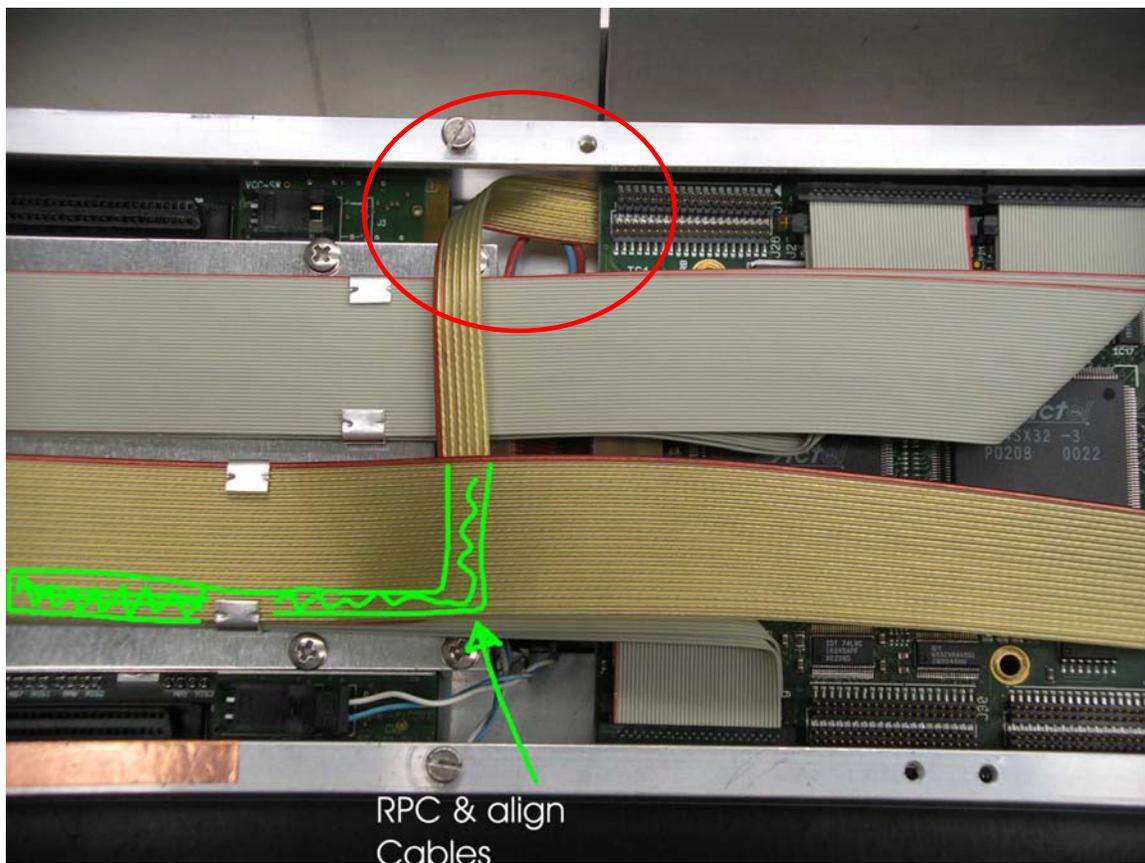
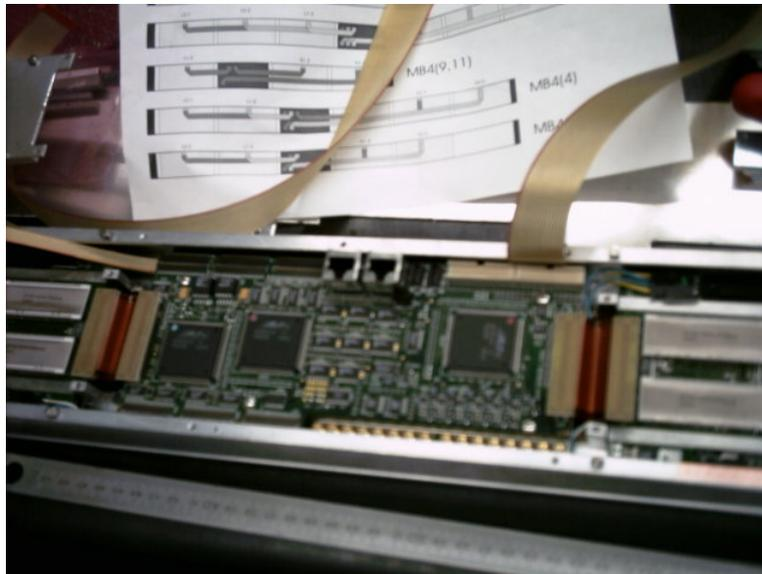

Figura 9: Cables routing in uscita dalla SB. Dettaglio su cavi RPC e Allineamento.
Figura 10: Posizionamento SB
- Prima va inserita l'alimentazione poi si verifica il posizionamento e la misura dei cavi (soprattutto quelli che escono dalla CCB, come RPC e allineamento, vedi Figura 9, Figura 10)
- Stendere i cavi dorati in direzione della Link Board, prima quello RPC-allineamento poi il link. Notare il routing in Figura 9. Il cavo allineamento e' sopra e sopra rimane dopo le due pieghe a 90 gradi (piegare entrambi i cavi contemporaneamente)